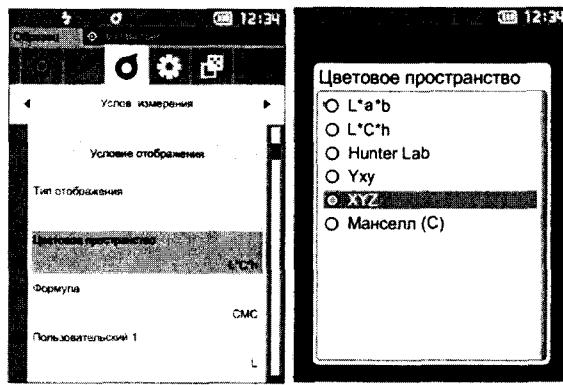

Рисунок 22
8.2.4.4 Нажмите клавишу «ESC». Выберете пункт «Цветовое пространство», нажав на клавишу «Подтверждение». Наведите курсор на «XYZ» (цветовое пространство XYZ) (рисунок 22) и подтвердите клавишей «Подтверждение».